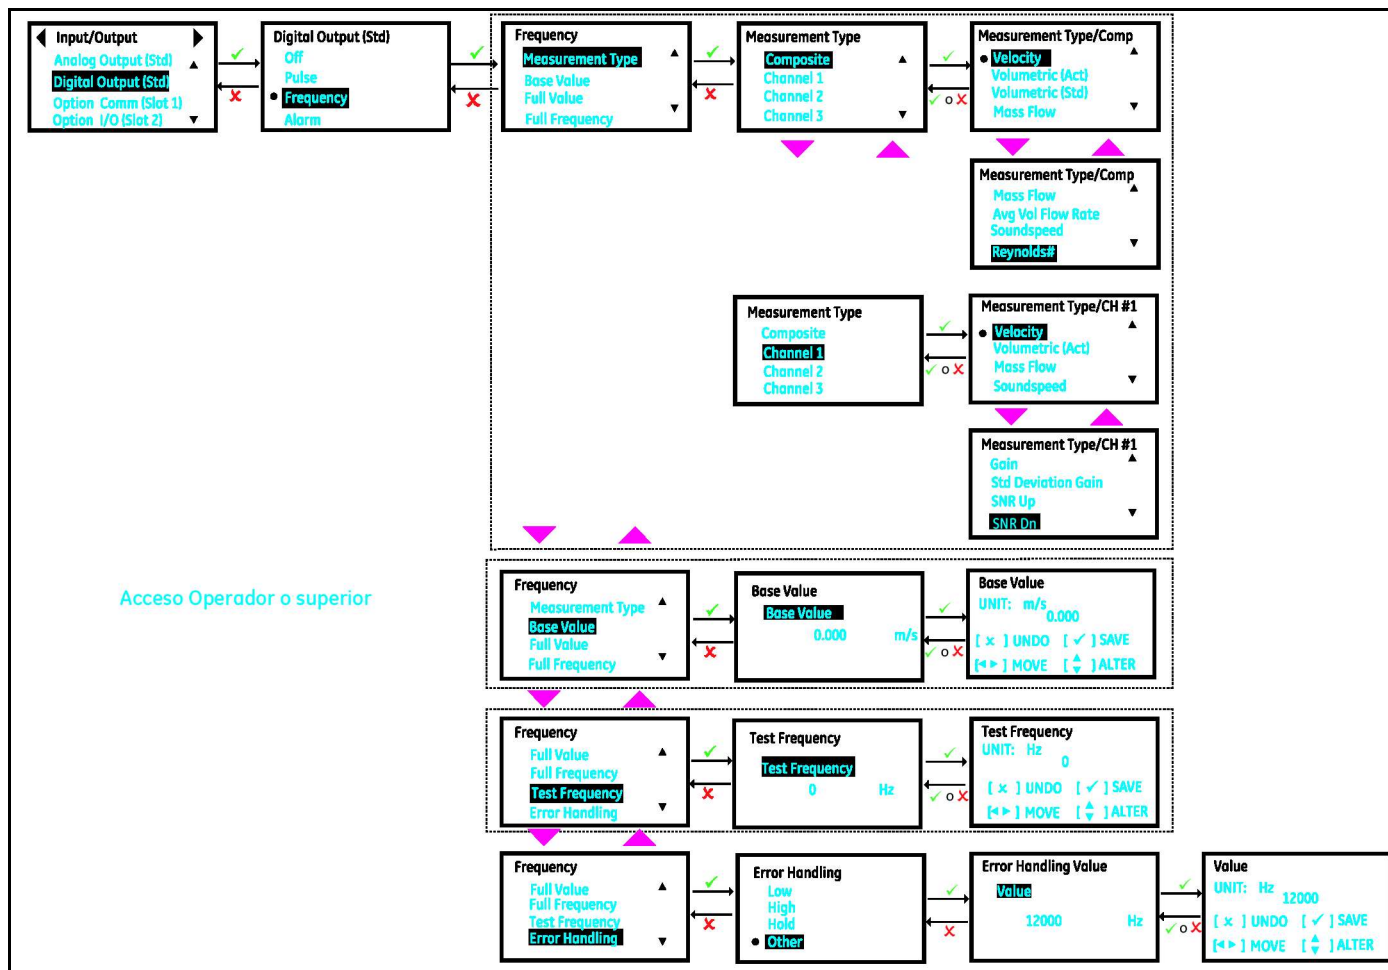

Figura 59: Ajustar la salida de frecuencia
2. Configure las opciones **[Measurement]**, **[Base Value]**, **[Full Value]**, **[Full Frequency]** y **[Error Handling]** conforme a sus necesidades. La Figura 59 muestra las opciones disponibles. Consulte también la Tabla 9 para comprender cada una de las opciones.